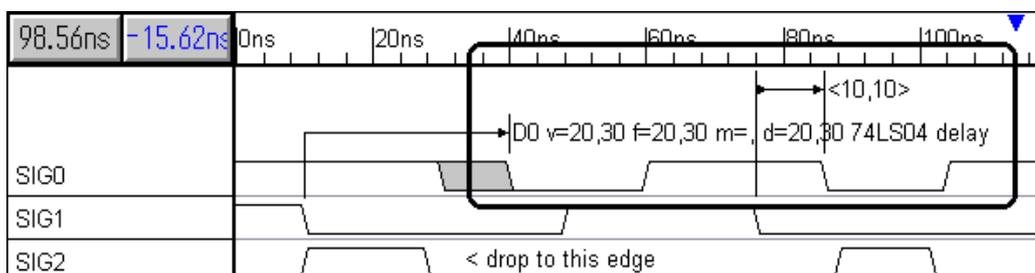

図 3.5 ユーザ定義の属性表示の例
4. ここで、パラメータ・ラベルはすべての属性を表示するようになります(図 3.5)。